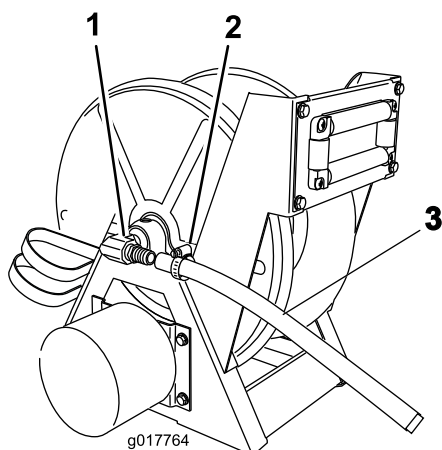

Figura 18
20. Deslize uma braçadeira sobre a extremidade do tubo e instale o tubo sobre o dentado exposto no conjunto de bobinar tubagem (Figura 18).